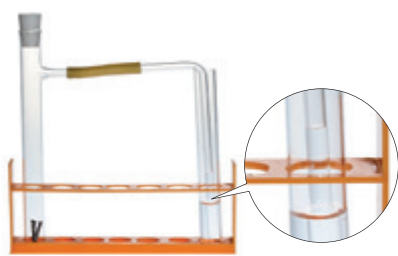

图4-21 铁钉的吸氧腐蚀实验
(1) 将经过酸洗除锈的铁钉用饱和食盐水浸泡一下，放入图4-21所示的具支试管中。几分钟后，观察导管中水位的变化，解释引起这种变化的原因。
(2) 取两支试管，分别放入两颗锌粒和等体积、等浓度的稀盐酸，观察现象。然后，向其中一支试管中滴加1~2滴硫酸铜溶液，再观察现象。解释产生不同现象的原因。